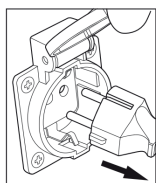

Рис. 7
6. Отсоедините все электрические нагрузки, отключите подачу напряжения на панели штепсельных розеток. Переведите основной прерыватель цепи переменного тока в положение «ВЫКЛ» (рис. 7).